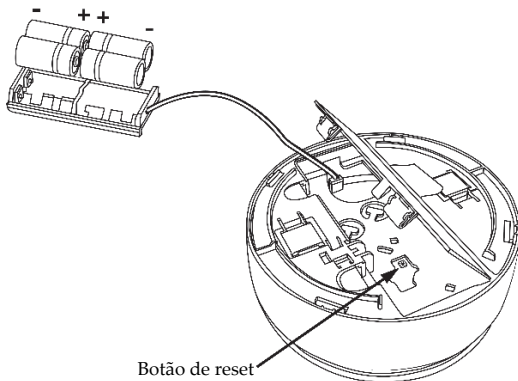

Figura 6
Pressionar o botão de reset irá reiniciar a sirene interior (*veja Figura 6*).
3. Retire o suporte das baterias e substitua as baterias usadas pelas novas, observando a polaridade correta (veja Figura 6).